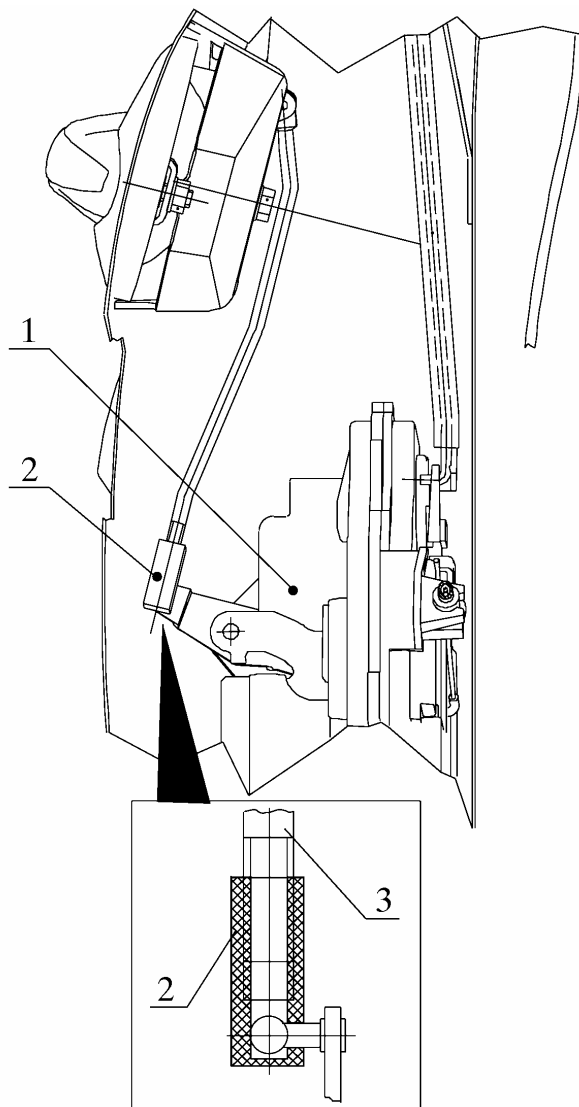

Рис. 15. Отсоединение наконечника тяги наружной ручки от ротора замка:
4.1.5. Отсоединить наконечник 2 (рис. 15) тяги наружной ручки от ротора замка 1 (отвертка типа ГОСТ 17199-88).